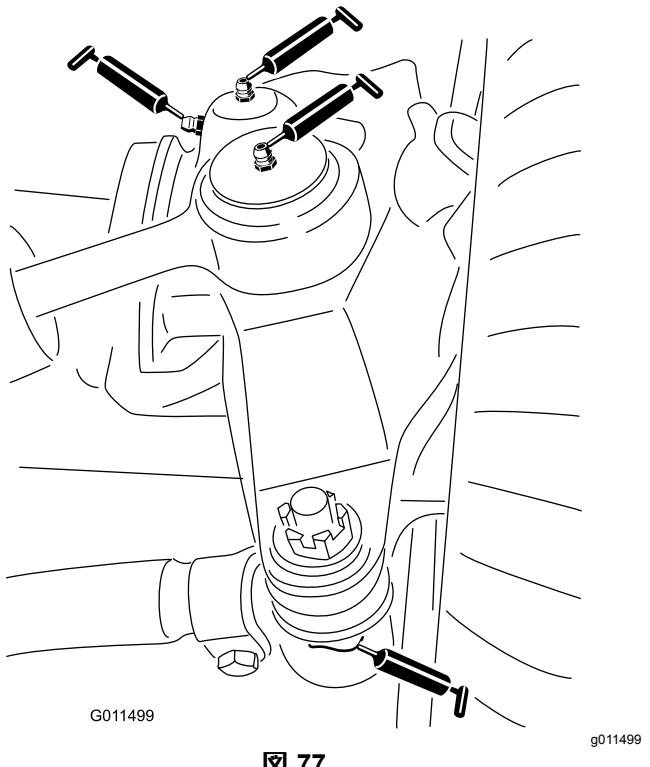

図 77
- ・ ステアリングシリンダのボールジョイント2ヶ所 図 77
- ・ タイロッドのボールジョイント2ヶ所 図 77
- ・ キングpinのブッシュ2ヶ所(図 77)。